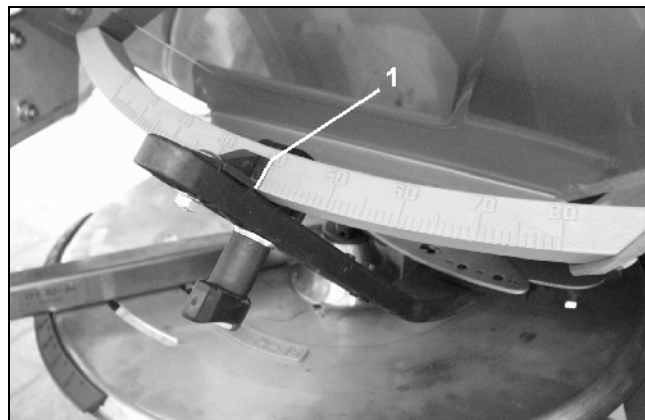

Fig. 44
- , Accionar a tecla até que o bordo de leitura (Fig. 44/1) da corredeira de dosagem esquerda aponte para a posição da corredeira necessária.